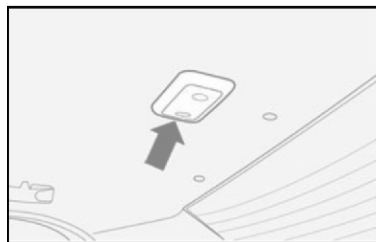

fig. 34
- con un destornillador en el punto indicado por la flecha **fig. 34**, presionando ligeramente en el hueco que tiene el plafón, saque el conjunto de luz interna montado a presión;